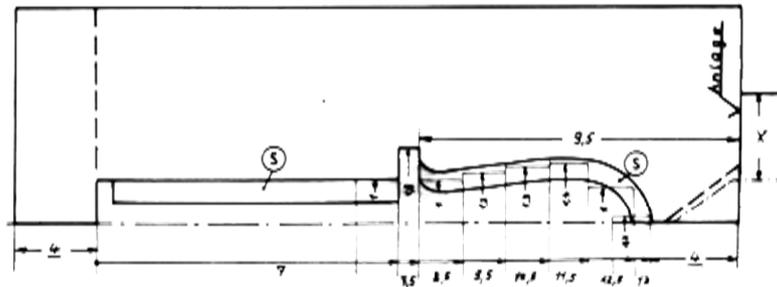

Abb. 20: Profilschmirgelholz mit Sägemuster, Leiste 5x21x100 mm. x = Erhöhung Schablone, S = Schmirgelleinen.
Zu b) Was hier unter dem bombastischen Begriff Sonderausstattung vorgestellt wird, ist ganz einfach ein weiteres Bearbeitungswerkzeug, allerdings mit dem exakten Profil des Nagels. Die ideale Ausführung wäre eine diamantbeschichtete Formfeile. Aber wer hat schon die technischen Möglichkeiten, so etwas herzustellen? Begnügen wir uns also mit einem Formschmirgelholz. Wenn man die Länge auf etwa 50 mm beschränkt, dürfte die Herstellung nicht allzu schwierig sein. Wenn man sich das Zurechtschleifen eines Formfräasers ersparen will, bleibt man auch mit dem gerundeten Bereich auf der Säge mit nachfolgender Schmirgellarbeit (Abb. 20). Die Verkleinerung des Raums durch die Dicke des Schmirgelleinens muß berücksichtigt werden. Bei Verwendung von 280er-Schleifband handelt es sich um etwa 0,5 mm. Damit das ungelenkte Schmirgelleinen in dem gerundeten Kopfbereich zu einer satten Anlage kommt, muß er entsprechend präpariert werden. Wie Abb. 21 zeigt, wird die Rundung vorgeformt. In diesem speziellen Fall ist es ein Radius von 1 mm und damit ein
- Als Letztes muß das Werkzeug noch entsprechend der gestrichelten Linien in Abb. 20 nachgearbeitet werden.